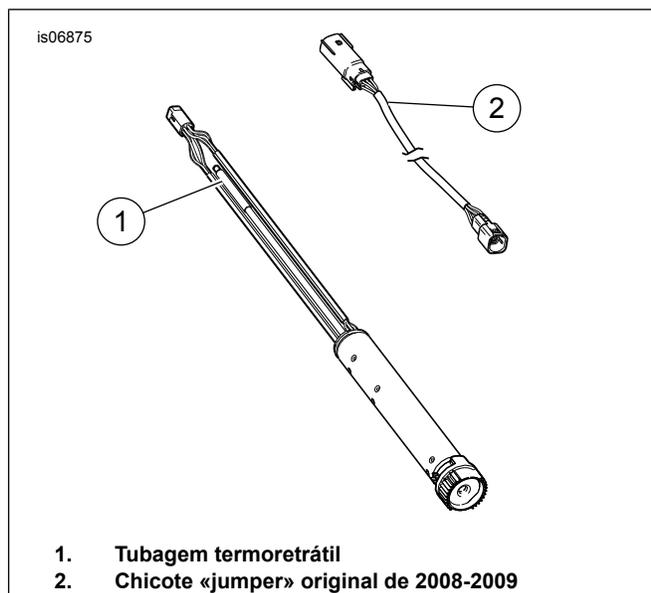

Figura 2. TGS e Chicote de 2008 e 2009
3. Ver Figura 2 . Desconectar o chicote «jumper» TGS da TGS e do chicote principal e descartar o chicote «jumper» original (2).